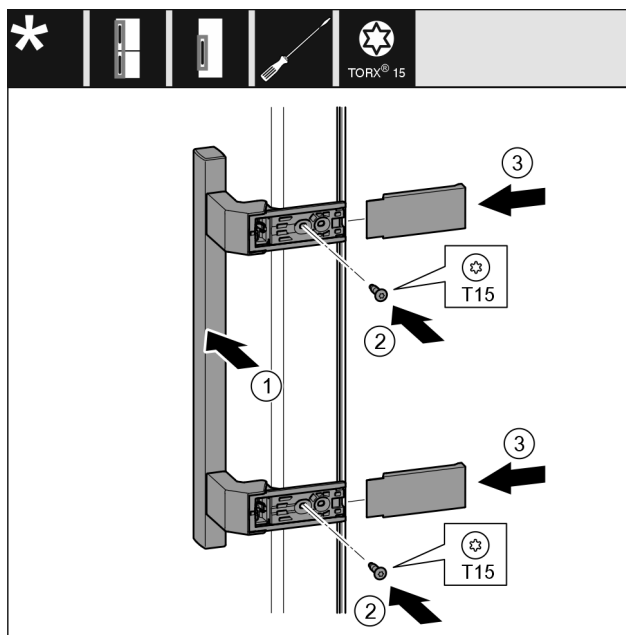

Fig. 33
- Applicare la maniglia Fig. 33 (1) sul lato opposto.
- Stringere le viti Fig. 33 (2) con un cacciavite.
- Applicare le coperture Fig. 33 (3) lateralmente e spingerle in sede.